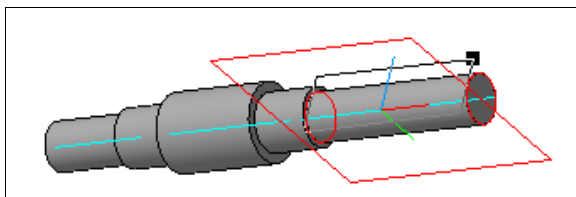

Рис. 18.6. Построенная касательная плоскость
- ◆ в Дереве модели укажите **Плоскость ZX**. Система построит фантом касательной плоскости (рис. 18.6) параллельно указанной плоскости;